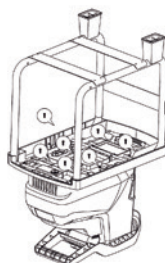

Fig.2
2. Instale os apoios dianteiros e enrosque os parafusos dos apoios dianteiros (Fig.2).